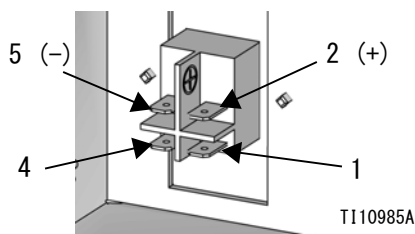
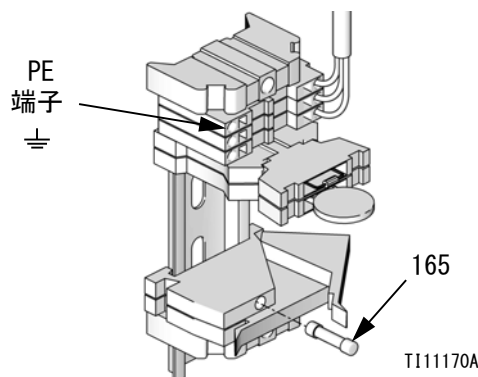

図 37
図 38
2. 24 Vdc モジュール (154) を取り付けブラケット (151) に取り付けます。
3. 電源スイッチ (159) を取り付けブラケット (151) に取り付けます。
4. クイック断路器を 24 Vdc モジュール (154) から電源スイッチ (157) の端子をつなぐケーブルに取り付けます。
5. 電源出力ケーブルを CAN ケーブル (163) に接続します。
- 24 V クラス 2 電源を電源スイッチの端子に次のように取り付けます：+24 Vdc を端子 2 (+) に、24 Vdc の戻りを端子 5 (-) に。図 37 を参照してください。保護用接地 (PE) 導体を ≡ マークの付いた端子に。図 38 を参照してください。24 Vdc 電源は、少なくとも 1.0 アンペアを供給できること、かつ 2.5 アンペアを超えないような定格の供給電流保護装置を備える必要があります。
- カバー板 (160)、ネジ (156)、およびワッシャ (164) を取り付けます。